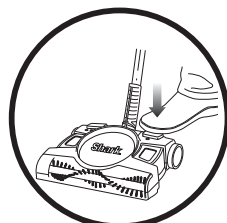

Fig. 3
- 3 À l'aide de votre pied, enfoncez l'interrupteur d'alimentation et poussez l'aspirateur sans fil pour tapis et planchers vers la surface à nettoyer. (fig. 3)